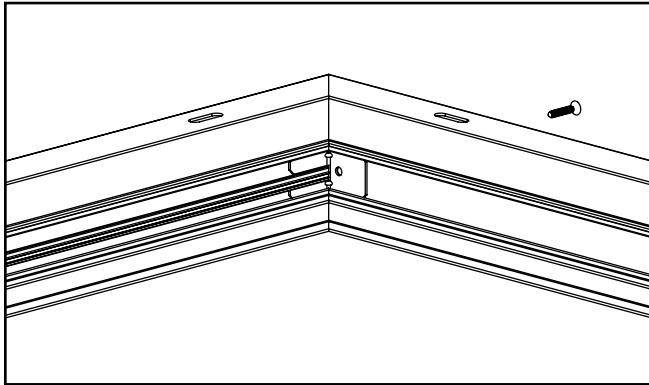

Figure 3.
3. Utilisez les vis fournies pour assembler les pièces du cadre de manière à former un coin. (Figures 3 et 4.)